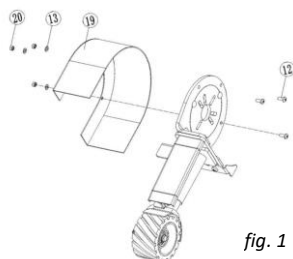

fig. 1
1. Assemblez l'écran protecteur (n° 19) au moyen des écrous hexagonaux (n° 20), des rondelles plates (n° 13) et des vis à tête cylindrique (n° 12). Assurez-vous que les vis sont correctement serrées (fig. 1).